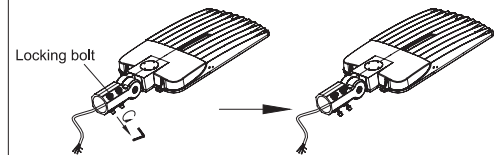

Figure 4
4. Desserrez les 4 boulons de verrouillage du support SF à l'aide d'une clé, comme illustré à la Figure 4